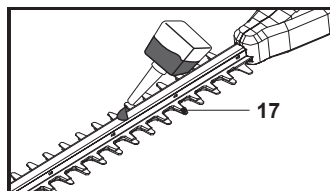

Fig. 32
12. Lubrifier les surfaces internes de la lame si la lame du taille-haie (17) surchauffe pendant le fonctionnement (Fig. 32).
1. Maintenir la lame du taille-haie (17) propre et exempte de débris. Retirer les déchets de taille à l'aide d'une brosse.
2. Appliquer une petite quantité de lubrifiant approprié sur la lame du taille-haie (17) pour maintenir une bonne efficacité de coupe (Fig. 32).